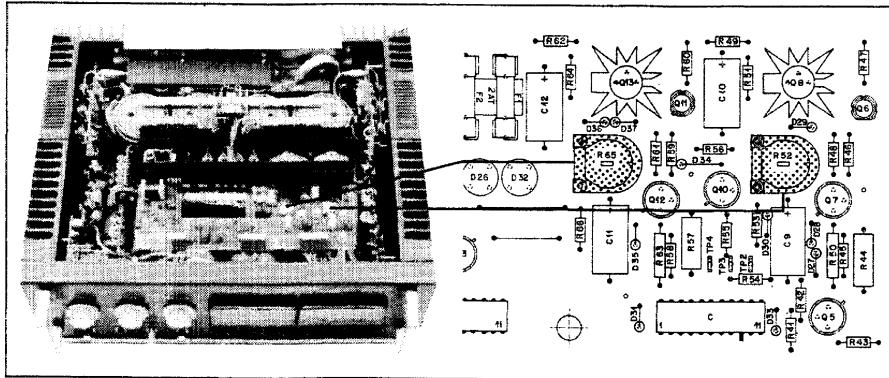

Fig. 4.2.1
4.2 Abgleich der stabilisierten Speisestrukturen (Fig. 4.2.1)
4.2 Adjustment of stabilized supply voltages (fig. 4.2.1)
4.2 Réglage de l'alimentation stabilisée (fig. 4.2.1)